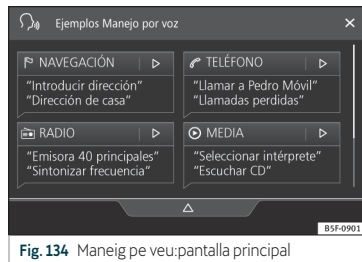

Fig. 134 Maneig pe veu: pantalla principal
- En activar el maneig per veu sonarà un to d'inici de diàleg i es mostrarà la pantalla principal de control per veu, >>> **fig. 134**, (la pan-
-   Amagar o mostrar menú control per veu >>> **fig. 134**.
En activar el control per veu el sistema us porta a la pantalla principal >>> **fig. 134**, on apareixeran els contextos en què funciona el sistema i les ordres principals.